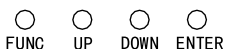

Fig.5
- Premere il tasto **FUNC** fino a quando sul display non appare [SoU] (fig.5).
- Impostare il regolatore **SENSITIVITY (17)** per la sensibilità del microfono in modo tale che il ritmo della musica venga riprodotto in modo ottimale dai movimenti del raggio laser. La maggiore sensibilità si ha con il regolatore girato completamente a destra. Quando viene rilevato un segnale musicale il LED (3) si accende.